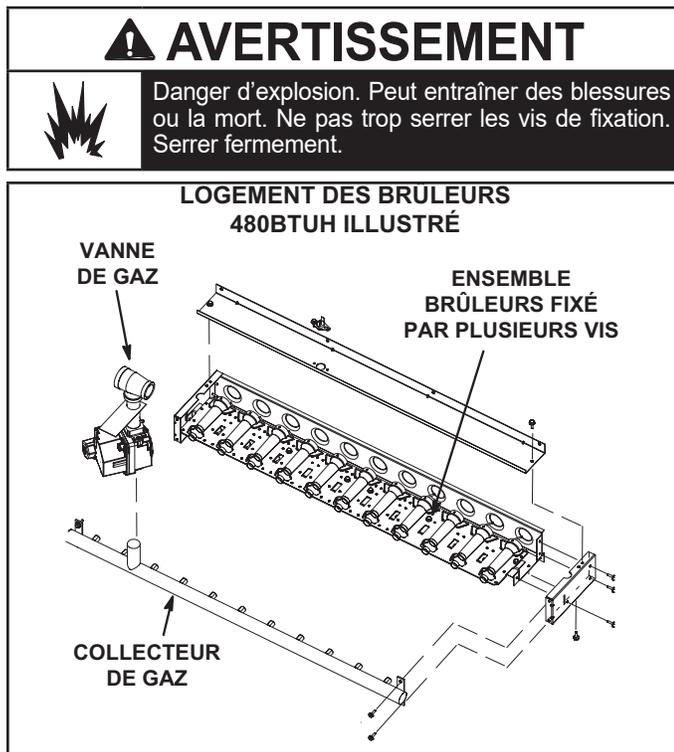

FIGURE 47
- 3 - Retirer les vis qui fixent l'ensemble brûleurs au support des brûleurs et retirer l'ensemble. Voir FIGURE 47. Les nettoyer au besoin.